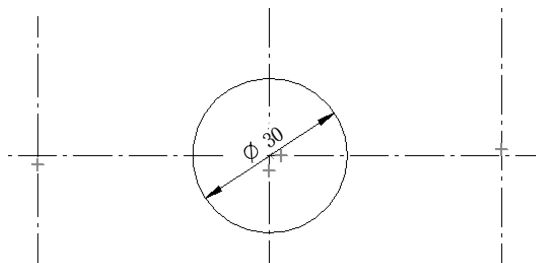

图 6-12 标注尺寸
(3) 单击【绘制草图】选项卡【尺寸】区域下的 【智能尺寸】按钮，标注刚才放置圆的尺寸，如图 6-12 所示。